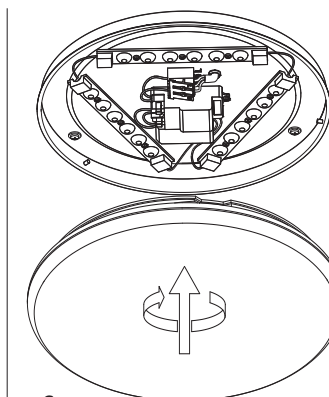

fig. 5
- fig. 5:** Put on the dome to the base plate (bayonet locking system).
- Bild 5:** Die Kuppel auf die Grundplatte aufsetzen (Bajonett-Verriegelung).